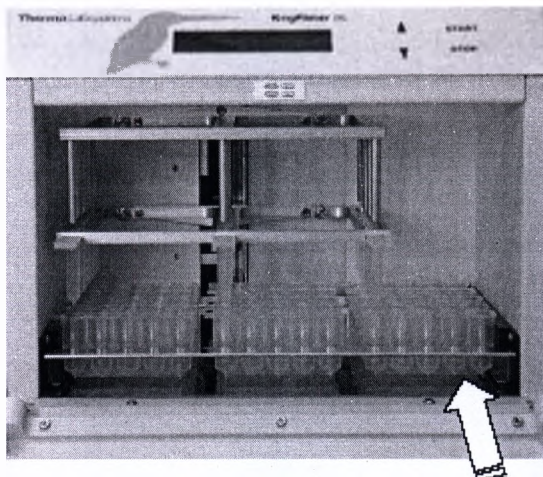
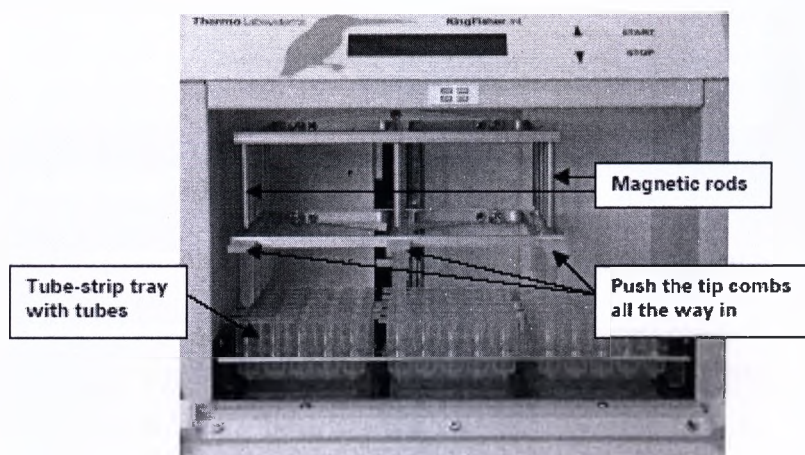
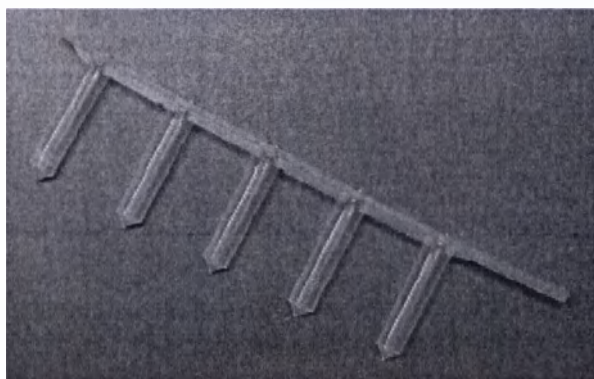

Рис. 6.2. Загрузка платформы-держателя с пробирками в прибор
Рис. 6.3. Размещение пробирок на платформе-держателе (Tube-strip tray with tubes) и вставление гребенки(ок) наконечников5 (Push the tip combs all the way in)
Рис. 6.4. Гребенка наконечников 5, специально разработанная для «KingFisher mL»
- Прежде всего, выньте из прибора платформу-держатель для пробирок (Рис. 6.2.)
- Пробирки соединены между собой по 5 шт. (стрип). Стрип пробирок предназначен для обработки одного образца. Расположение пробирок на платформе-держателе выбирает пользователь и, соответственно, запоминает порядок внесения образцов. Однако необходимо помнить, что положение каждого стрипа пробирок на платформе-держателе строго фиксировано: удлиненный гладкий конец стрипа пробирок должен быть слева (Рис. 6.3). Внесение образца и реагентов в пробирки каждого стрипа регламентированы инструкцией используемого набора. Платформу-держатель с пробирками полностью задвиньте обратно в прибор (Рис. 6.2. и Рис. 6.3.).
- Гребенка(и) наконечников 5 должна(ы) всегда находиться в своей(их) направляющей(их) и быть полностью вставлена(ы) (Рис. 6.3.). Прибор также может работать как с одним стрипом пробирок, так и с любым количеством пробирок от 1 до 15 в зависимости от количества образцов. Поэтому, по меньшей мере, хотя бы одна гребенка наконечников 5 (Рис. 6.4.) должна быть всегда вставлена в одну из направляющих, предназначенных для нее.